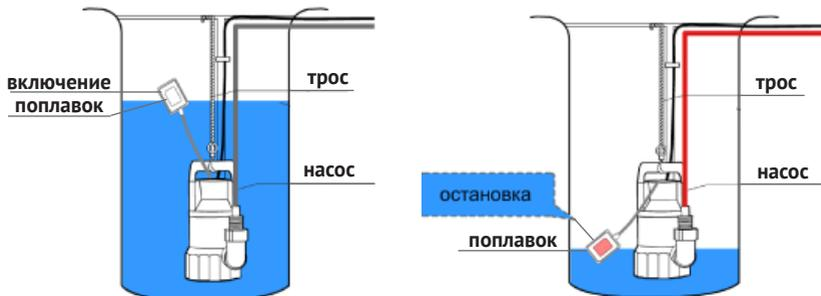

рис. 2
4.3 Насос оснащён поплавковым выключателем, который отрегулирован на определённый уровень отключения/включения насоса, как изображено на рис.2. Убедитесь, что при минимальном уровне воды насос отключается.
- при нижнем положении поплавка (рис.2 «остановка») насос не включается;